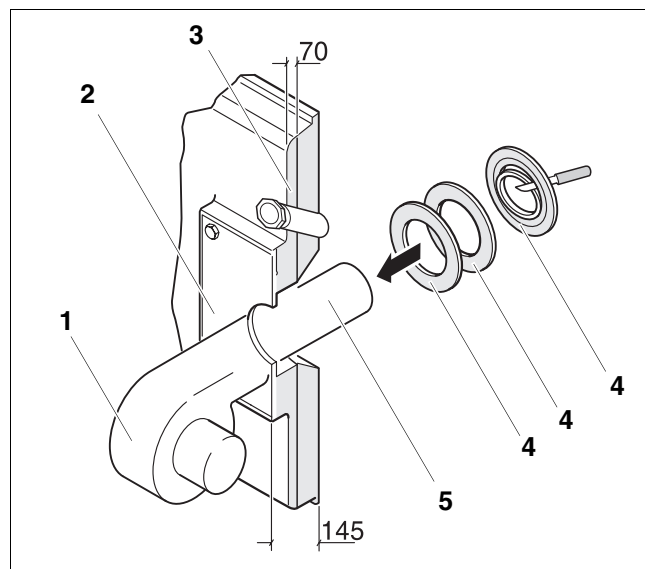

Рис. 39 Установка горелки (размеры в мм)
- Закрепить горелку (рис. 39, поз. 1) на пластине (рис. 39, поз. 2).
- Вырезать изолирующие кольца (рис. 39, поз. 4) соответственно диаметру трубы горелки (рис. 39, поз. 5).
- В щель между теплоизоляцией дверцы горелки (рис. 39, поз. 3) и трубой горелки (рис. 39, поз. 5) вставить подогнанные изолирующие кольца (рис. 39, поз. 4).
- Соединить подключение обдувки смотрового стекла с горелкой (рис. 39, поз. 1), чтобы смотровое стекло оставалось свободным от загрязнений.
- Подключить кабель к горелке (рис. 39, поз. 1).